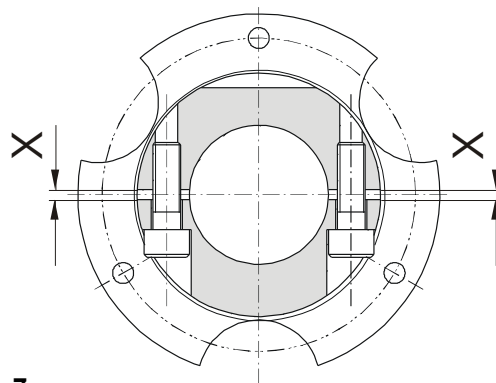

Рис. 7
- d) Крест-накрест закрутить винты с цилиндрическими головками (1.7.1) и за несколько заходов затянуть их в соответствии с указанным в Таблице 1 моментом затяжки. При этом проследить за тем, чтобы зазор "Х" (Рис. 7) был одинаковым с обеих сторон втулки. При необходимости скорректировать.